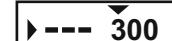

Fig.3
- 4) Puntate il fucile nel centro della mira e sparate una volta. Se il punto d'impatto non coincide con il punto di mira, premete il controller e tenetelo premuto (9) per entrare nel menu.
- 6) Ruotando il controller scegliete la voce “---” (distanza nuova) (**vedi fig.3**).